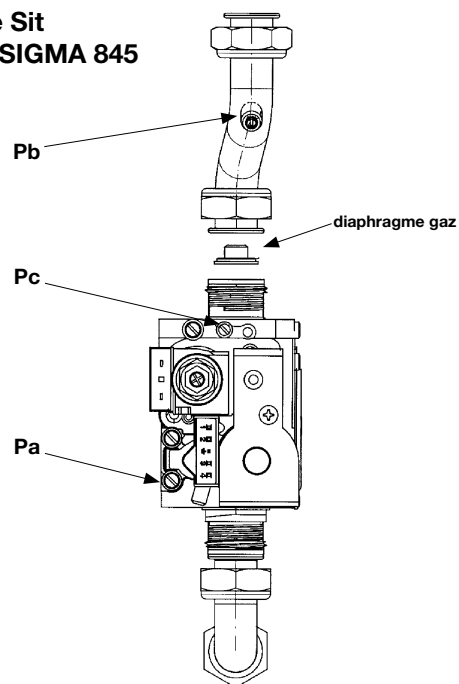

Figure 11
- relier la prise de pression positive d'un manomètre différentiel, si possible à eau, à la prise de pression (**Pb**) de la soupape du gaz (figure 11). Brancher la prise négative - des modèles à chambre étanche - du manomètre à un "T" afin de relier la prise d'équilibrage pression de la chaudière, la prise d'équilibrage pression de la vanne gaz (**Pc**) et le manomètre. (On obtient le même résultat en reliant le manomètre à la prise de pression (**Pb**) sans le panneau avant de la chambre étanche); Mesurer la pression aux brûleurs selon une technique différente de celle décrite pourrait fausser la valeur car elle ne tiendrait pas compte de la dépression que crée le ventilateur dans la chambre étanche.
- Vérifier que la pression d'alimentation de la chaudière, mesurée à la prise de pression (**Pa**) de la vanne gaz (Figure 11) est correct (**37 mbar** pour le gaz **propane**, **28 mbar** pour le gaz **butane**, **20 mbar** pour le gaz **méthane** ou **25 mbar** pour le gaz **G25**);